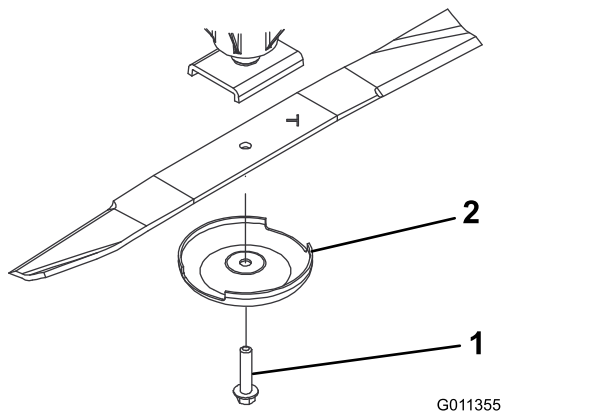

Bild 65
2. Halten Sie das Ende des Messers mit einem stark wattierten Handschuh oder wickeln Sie einen Lappen um es herum. Entfernen Sie die Messerschraube, die Antiskalpierkuppe und das Messer von der Spindelwelle (Bild 65).
3. Setzen Sie das Messer (der Flügel sollte zum Mähwerk zeigen) mit der Antiskalpierkuppe und der Messerschraube ein (Bild 65). Ziehen Sie die Messerschraube bis auf 115-149 Nm an.
Wenn sich das Messer abwetzen kann, bildet sich ein Schlitz zwischen dem Windflügel und dem flachen Teil des Messers (Bild 65). Zuletzt kann sich ein Stück des Messers lösen und aus dem Gehäuse herausgeschleudert werden. Das kann zu schweren Verletzungen bei Ihnen selbst und Unbeteiligten führen.